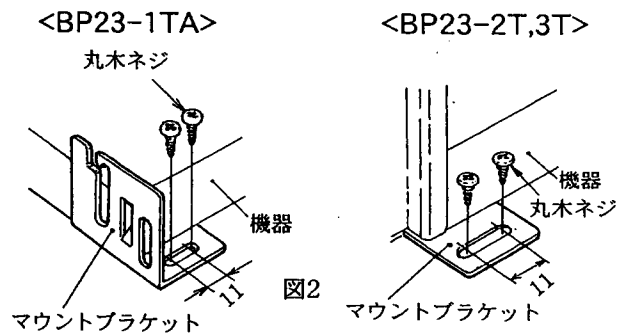

図2
- ② 付属のねじでマウントブラケットをベースに固定してください。木ベースに固定するときは丸木ねじ(M4.1×13)鉄ベースにはナベ小ねじ(M4×10)を使用してください。ねじは2個使用してください。(図2)